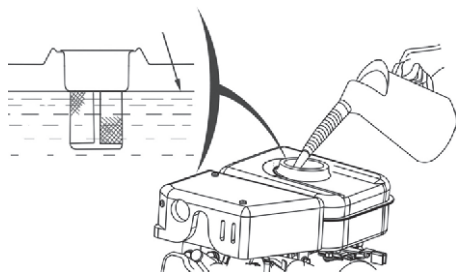

Рис. 10 Максимальный уровень топлива в топливном баке
Максимальный уровень топлива показан на Рис. 10 .
3. Залейте бензин в топливный бак при помощи специальной емкости или воронки до уровня, показанного на Рис. 10.